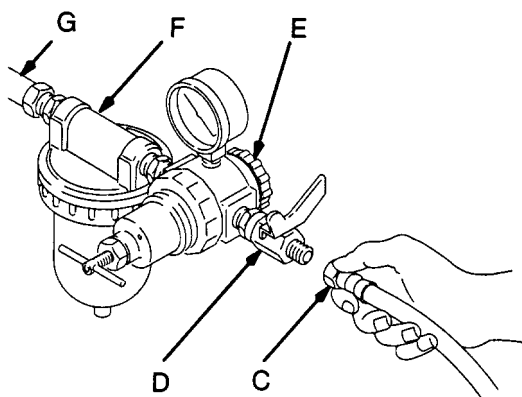

Fig. 2
- E' necessario installare un regolatore di pressione dell'aria (G) sulla linea aria della pistola al fine di controllare la pressione dell'aria in arrivo alla pistola. Ved. Fig. 2.
- Nel caso in cui la sorgente dell'aria regolata non sia dotata di un filtro, installare un filtro aria (H) sulla linea aria, in modo da garantire un'alimentazione d'aria pulita ed asciutta alla pistola. Ved. Fig. 2.
- B. Collegare l'altra estremità del tubo flessibile dell'aria (C) ad una linea di alimentazione aria regolata (G). Ved. Fig. 2.
NOTA: La Fig. 2 illustra il regolatore di pressione (E) del filtro (F) e la valvola di arresto dell'aria (D) collegate alla linea di alimentazione dell'aria.